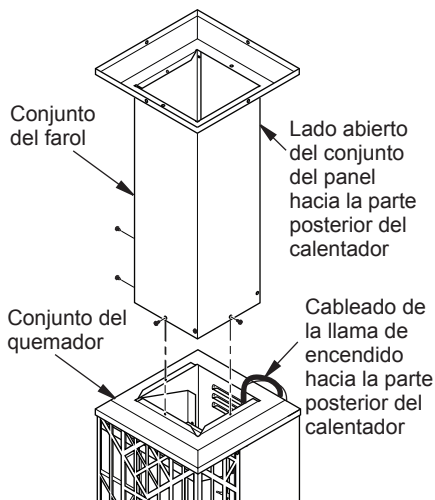

Figura 6 - Conexión del conjunto del farol y el quemador
4. Coloque el conjunto de paneles y la parte superior del farol encima del conjunto del quemador, alineando la parte posterior de cada conjunto. Consulte la figura 6. Fijelo con 3 tornillos (H).